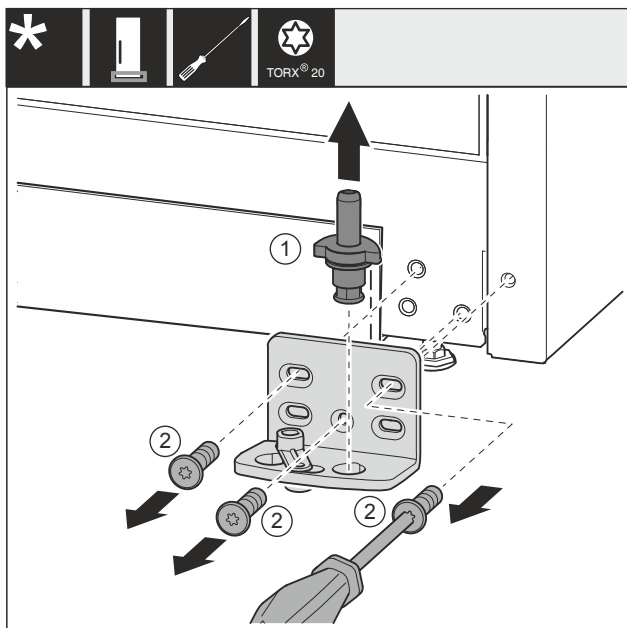

Fig. 33 *
- Extraiga el perno del cojinete Fig. 33 (1) por completo hacia arriba.*
- Desatornille los tornillos Fig. 33 (2) con un destornillador y retire el soporte del cojinete.*